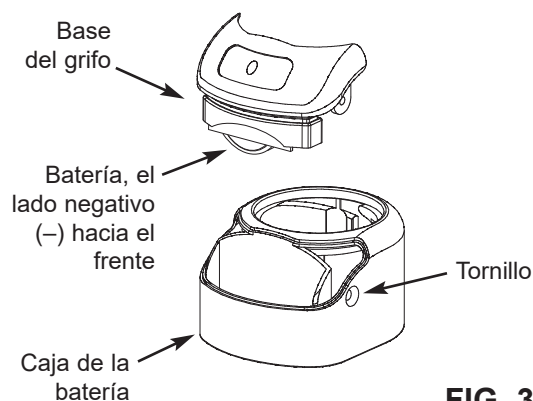

FIG. 30
1. Retire el tornillo en el lado derecho de la base del grifo. Vea la Fig. 30.
2. Desde el frente de la base del grifo, empuje hacia arriba la caja de la batería hasta que se desprenda de la base del grifo. Vea la Fig. 30.
5. Vuelva a instalar la caja de la batería y apriete firmemente el tornillo de montaje. Vea la Fig. 30.